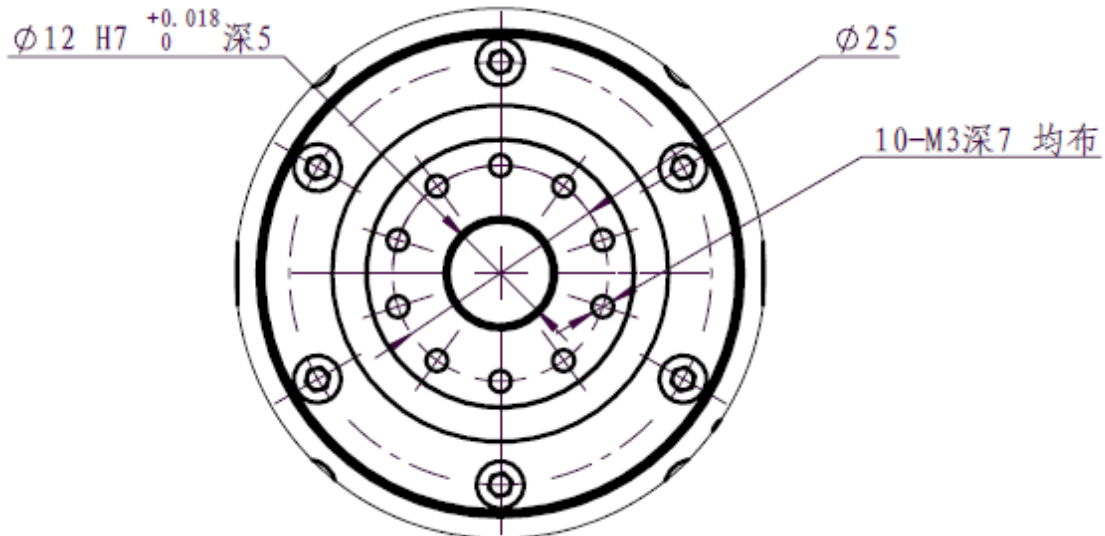

图 3-5 SD500/ SD700 工具法兰安装尺寸图
3. SD500/ SD700 工具法兰安装尺寸如图 3-5 所示。